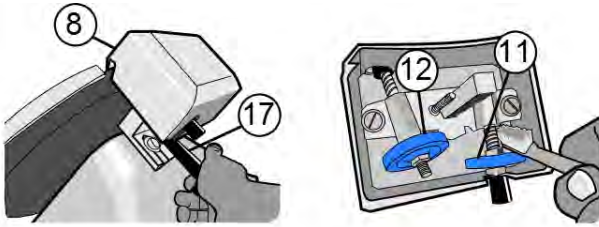

FIG 10. CAJA AFILADOR
**D. CAJA AFILADOR (Ver Fig. 10).**
- 1.- Afloje la perilla (17) y retire la caja afilador (8) jalando el ensamble hacia arriba.
**Nota:** Nunca use la caja afilador con las piedras húmedas. Los pernos deberán estar siempre lubricados. Después de afilar, se deberán limpiar y desinfectar todos los componentes otra vez: Disco-cuchilla (5) y piedras (11 y 12).